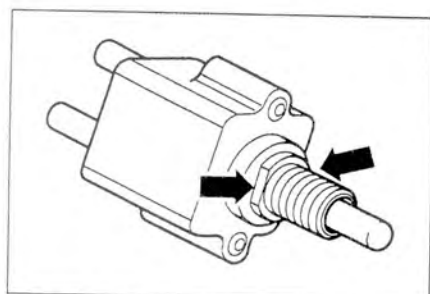

Рис. 5.7. Установите выключатель педали сцепления сплющенной стороной (стрелки) в опорный кронштейн.
7. Установка проводится в порядке, обратном снятию. Установите выключатель педали сцепления сплюсненной стороной (стрелки) в опорный кронштейн (рис. 5.7).